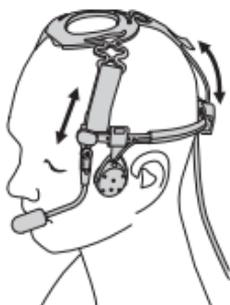

Figura 2: Come indossare il trasduttore sovraurale per impieghi pesanti
1. Indossare il trasduttore sovraurale per impieghi pesanti come illustrato nella Figura 2.